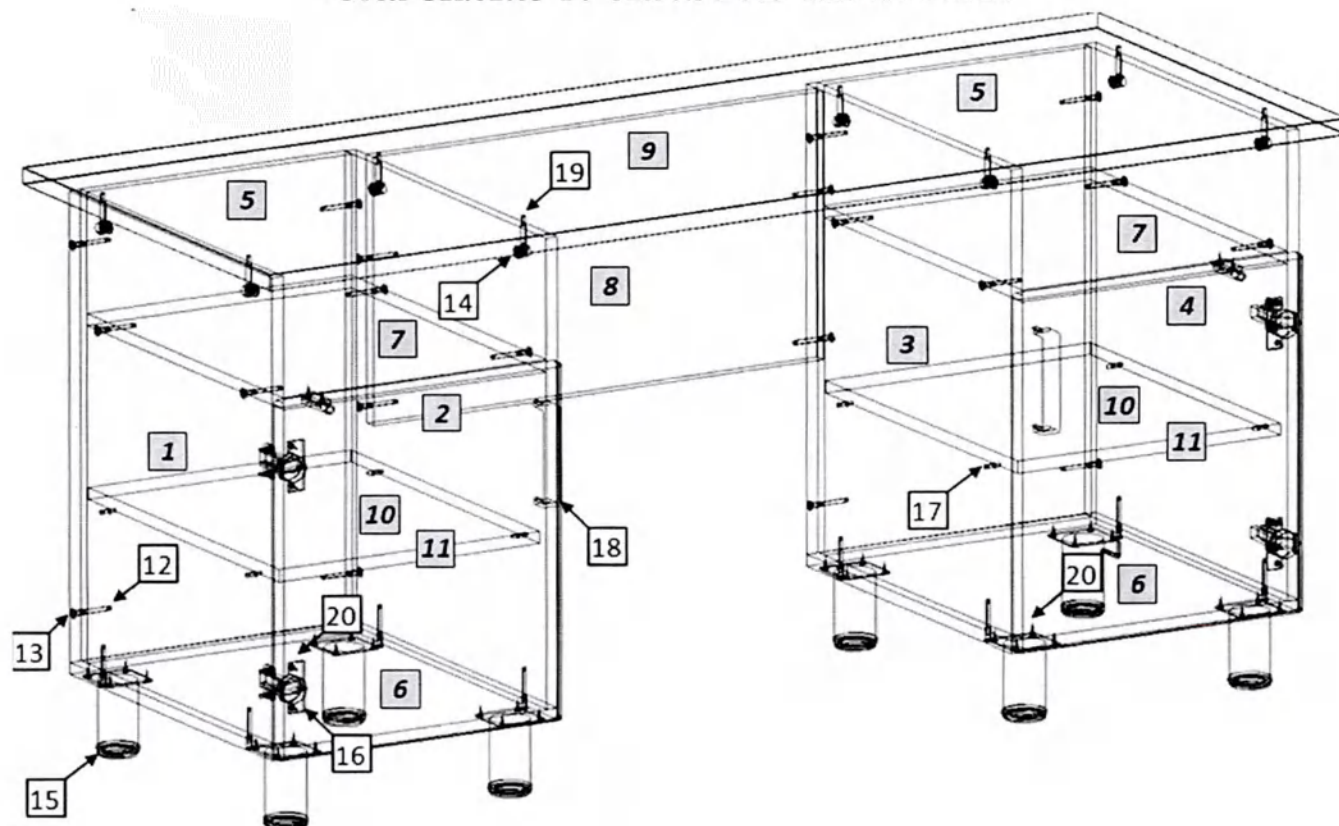

Рис. 1
1. Внимательно ознакомьтесь со схемой сборки, изображённой на рис. 1, сверяясь со спецификацией на изделие. Согласно схеме и спецификации определите расположение деталей в изделии и порядок их сборки. Сборка производится на ровном полу, укрытом материалом, предотвращающим повреждение покрытия пола и деталей мебели. Подготовьте необходимые для сборки инструменты – плоскую и крестовую отвёртки, молоток, рулетку или линейку.
2. На боковых стенках (1,2,3,4) установите цилиндрические части эксцентриковых стяжек (27). На боковых стенках (3,4) шурупами 4×16 (30) закрепите направляющие (22). На боковых стенках (1,2) установите полкодержатели (25). На боковую стенку (1) закрепите монтажные планки петель (24). На крышке (9) установите штоки эксцентриковых стяжек (27).
3. Евровинтами (3), как показано на рис. 1, соедините боковые стенки (1,2,3,4) с вертикальными стенками (5) и горизонтальными стенками (6,7). Шурупами 4×16 (16) закрепите опоры (23). Тумбы соедините вертикальной стенкой (8), установив её при помощи евровинтов. Установите крышку. Затяжка соединения производится путём поворота эксцентриков до упора в направлении стрелки, выштампованной на корпусе стяжки. На видимые головки евровинтов и эксцентриков установите заглушки (20,21).
4. На двери (16) шурупами 4×16 (30) закрепите петли (24). Закрепите дверь к боковой стенке стола, установите ручку (26). Отрегулируйте положение двери винтами петель. Установите полку (10) на полкодержатели (25).
5. Сборка ящиков. Евровинтами (3) соедините боковые стенки ящика (11,12) с задней (13) и передней (14) стенками. Дно ящика (15) установите в пазы и закрепите к задней и передней стенке гвоздями (18), к боковой стенке – уголками (28). Шурупами 4×16 (30) закрепите узкие части направляющих (22). Шурупами 3.5×30 (29) закрепите фасад (17) к передней стенке ящика (14). Установите ручку (26). Установите собранные ящики в корпус стола.